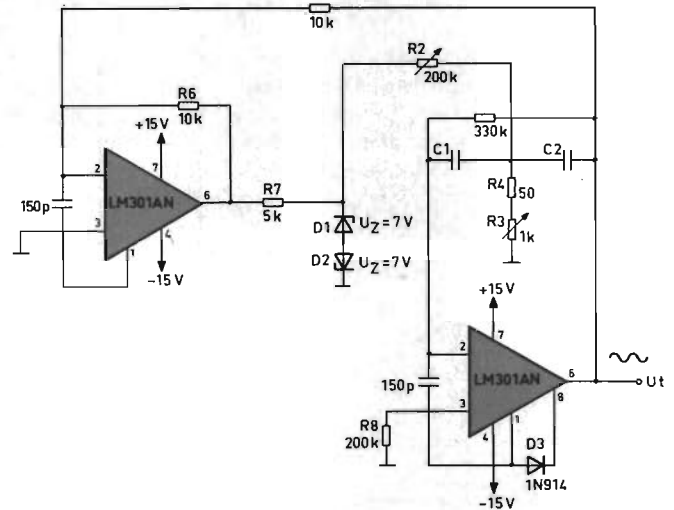

Fig 23. Sinusgenerator med låg distorsion.
- En sinusgenerator med låg distorsion samt med frekvensvariation genom endast ett motstånd finns i fig 23. Med R_2 inställs en klippning av sinusvågen, som matar filtersteget, av ungefär 20%.